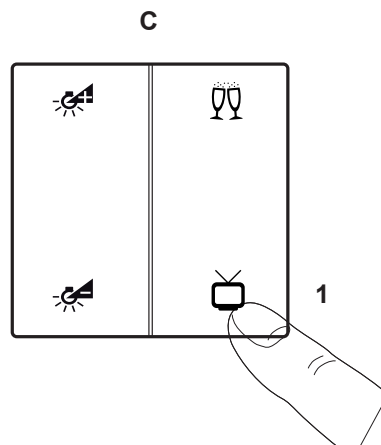

Bild 30: Spara nya scenparametrar
- Slå på en scen (här i exemplet "Scen TV") genom att trycka kortvarigt på knappen på tryckknappsmodulen (Bild 30, A-1)
- Ändra belysningsstyrkan, dimma ljusare eller mörkare (Bild 30, B)
- Håll knappen för "Scen TV" intryck mer än 5 s (Bild 30, C-1)